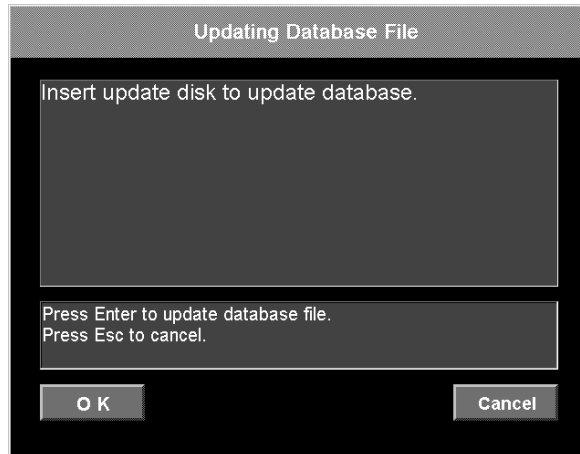

Fig. 13
6. Click the **OK** button or press the Enter key on your keyboard to start copying the database files. (Fig. 13)
6. Cliquer sur le bouton **OK** ou appuyer sur la touche Entrée du clavier pour commencer la copie des fichiers de la base de données (Fig. 13).
6. Klicken Sie auf **OK** oder drücken Sie die "Enter"-Taste auf Ihrer Tastatur, um das Kopieren der Datenbankdateien zu starten. (Abb. 13)
6. Haga clic en el botón **OK** o pulse la tecla Intro del teclado para iniciar la copia de los archivos de la base de datos. (Fig. 13)